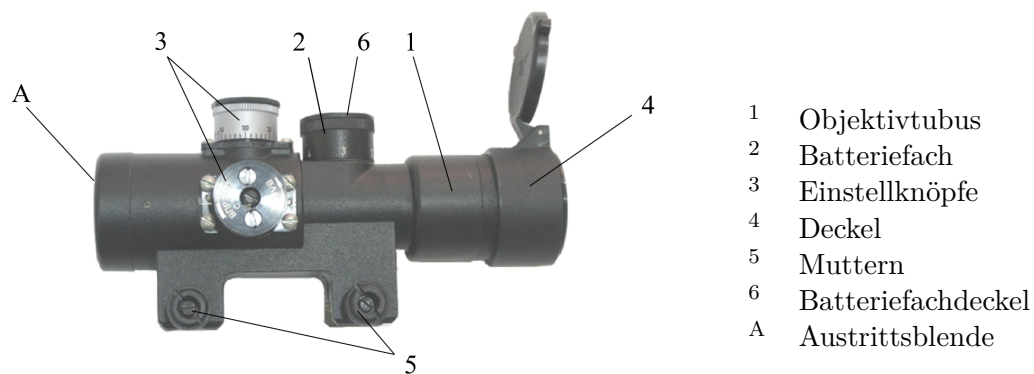

Abbildung 2: PK-AW Visierübersicht
Zum Einschalten des PK-AW Visiers drehen Sie den Batteriefachschalter (2) (Abbildung 2)). Der Batteriefachschalter (2) (Abbildung 2) wird auch zur Einstellung der Helligkeit des Absehens verwendet:
Das PK-AW Visier wird auf der Montierung der Waffe montiert und mit Klammern und Muttern (5) (Abbildung 2) (siehe Abschnitt 5.2.3).
- Öffnen Sie den Drehdeckel des Batteriefachs (6) (Abbildung 2)
- Schließen Sie den Drehdeckel des Batteriefachs (6) (Abbildung 2)
Das Visier PK-AW ist ausgelegt (Abbildung 2) für die Montage an eine Waffe mit oberer Weaver-Schienenbefestigung mit zwei Klemmen und zwei Muttern (5) (Abbildung 2).